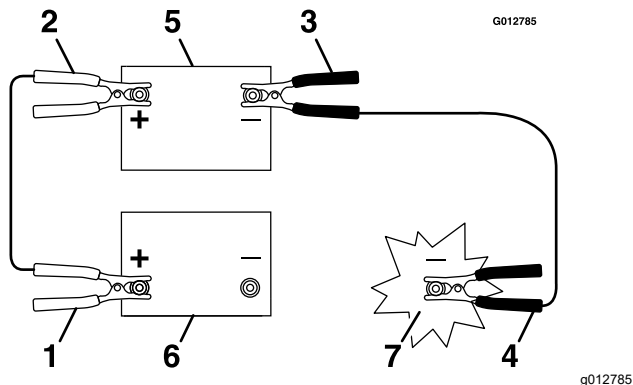

Figura 86
2. Deslice cuidadosamente hacia atrás el capuchón aislante del cable positivo de la batería (Figura 86).
- Conecte la abrazadera del cable positivo (+) (rojo) al borne positivo (+) de la batería descargada (Figura 86).